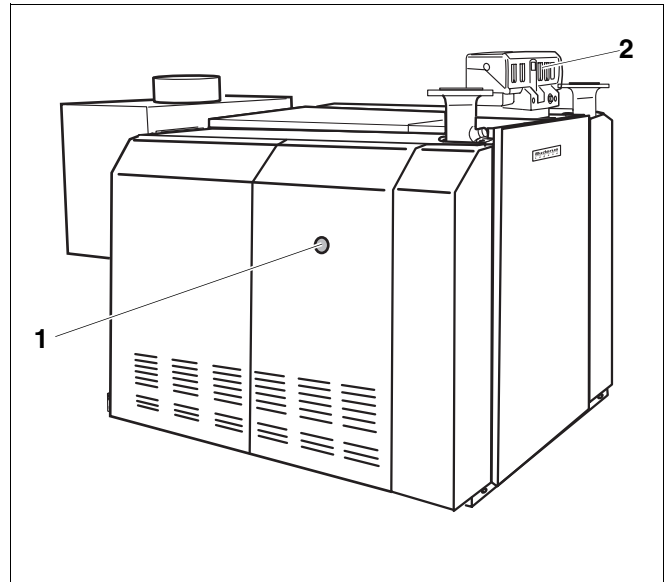

Abb. 4 Beispiel GE434: Brennerstörungen beheben
Bei einer Brennerstörung leuchtet die Stör Lampe (Abb. 4, **Pos. 1**) des betroffenen Brenners am Heizkessel.
- Drücken Sie den Entstörtaster des betroffenen Brenners (Abb. 4, **Pos. 1**) durch die Bohrung der Brennerhaube.